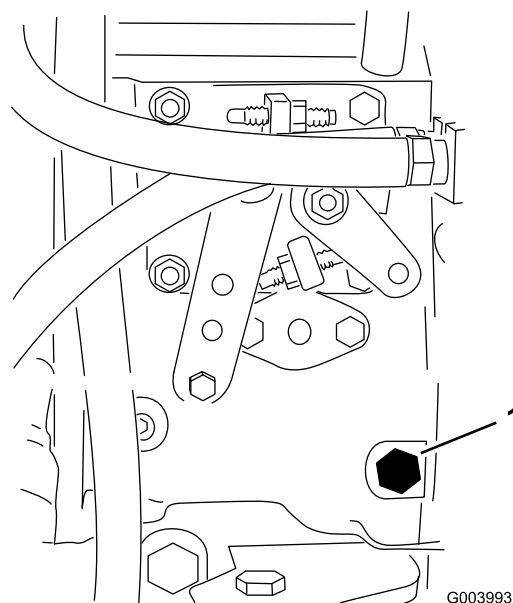

Рисунок 21
3. Выверните винт для продувки из топливного насоса для впрыска топлива (Рисунок 21) 12-миллиметровым ключом.